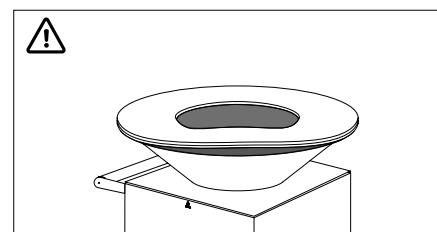

Fig. 1 -Verzogene Grillplatte durch die gleichzeitige Verwendung von zu viel tropischem Hartholz
- Seien Sie sehr vorsichtig bei der Verwendung von tropischem Hartholz, das sehr heiß wird. Wenn zu viel davon verwendet wird, kann sich die Platte verziehen (siehe Abb. 1).